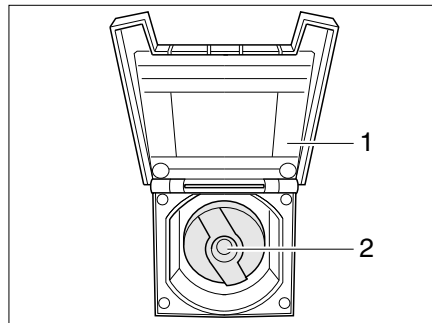

Fig. 138 Couvercle de fermeture pour bec de remplissage d'eau potable
- Ouvrir le clapet de fermeture (Fig. 138,1) vers le bec de remplissage d'eau potable.
- Insérer la clé dans le barillet (Fig. 138,2) et la tourner d'un quart de tour dans le sens inverse des aiguilles d'une montre.
- Fermer le clapet de fermeture (Fig. 138,1).
- Ouvrir le bec de remplissage d'eau potable (Fig. 138).